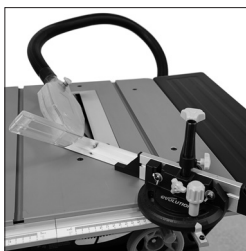

Fig. 37
N.B.: Verbindingsverstekzagen wordt bereikt wanneer het machineblad vanuit verticaal wordt gekanteld en de verstekzaag in een hoek wordt afgesteld. Een verbindingszaagsnede is daarom een combinatie van een verstek- en schuine zaagsnede. (**Fig. 37**)